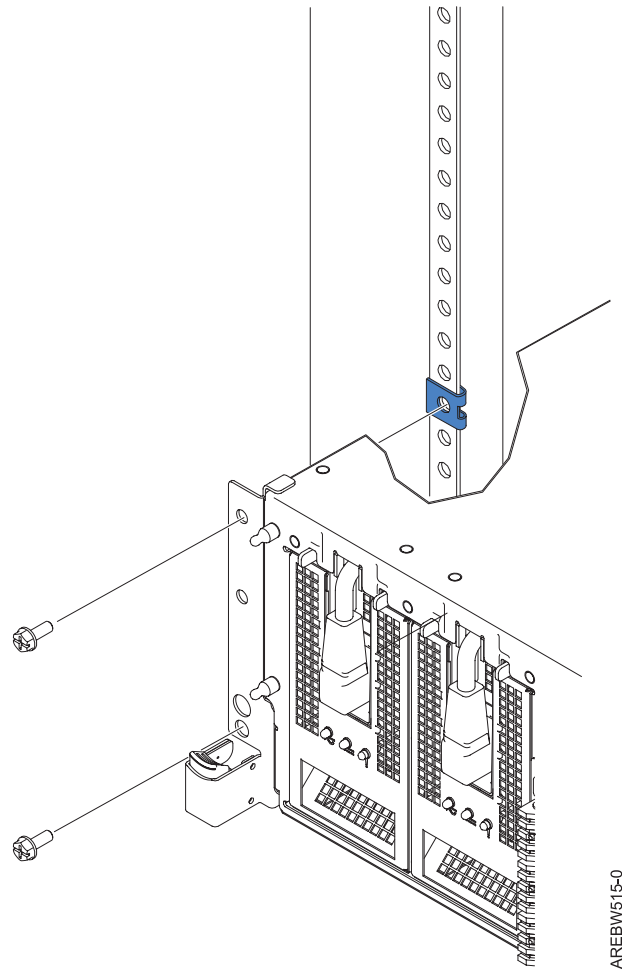

Figure 58. Fixez fermement le système à l'armoire par le biais des taquets de l'armoire
11. Installez et positionnez les écrous clip avant d'insérer les vis. Utilisez les vis de fixation pour fixer le système à l'armoire, comme indiqué dans la figure 58, à la page 59.